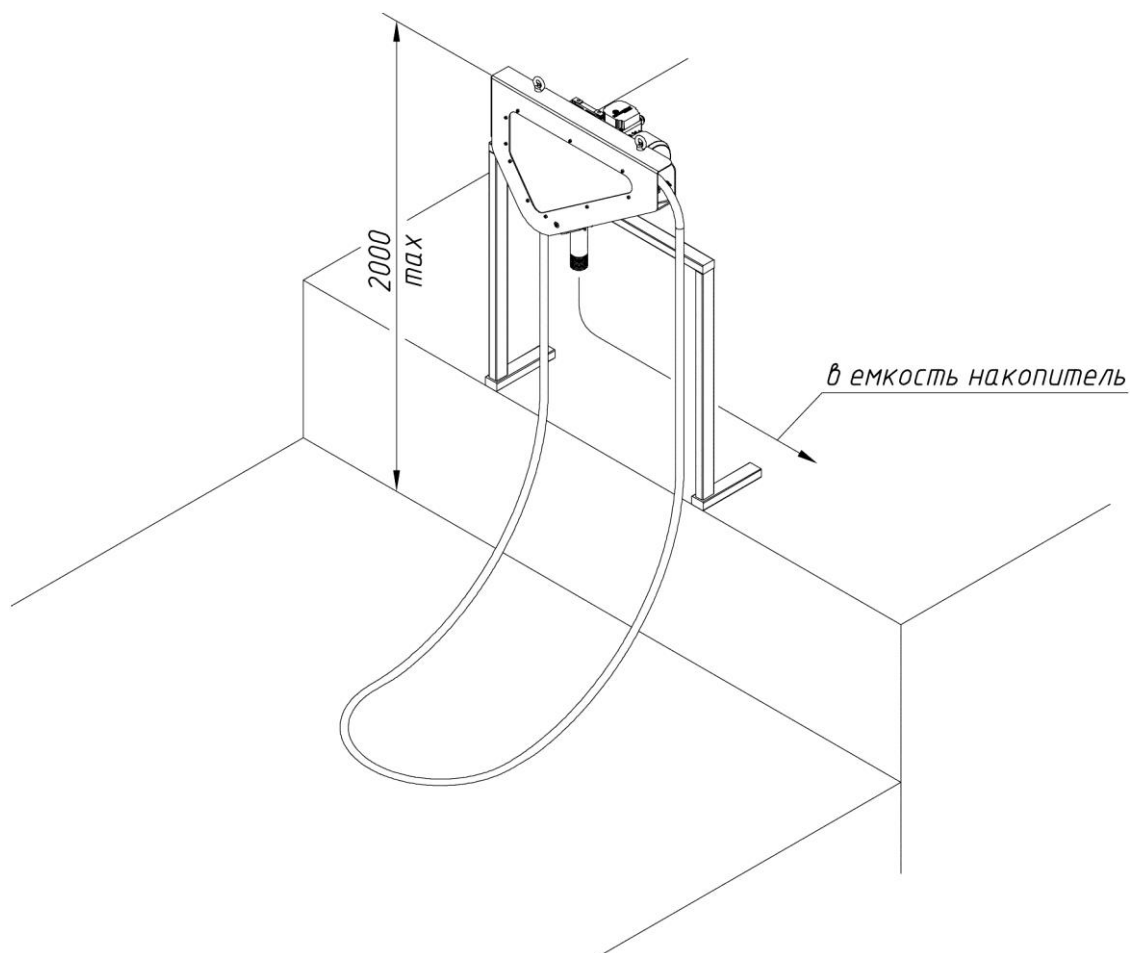

Рис.2. Монтажная схема
6.1. Скиммер должен быть установлен на месте эксплуатации и надежно закреплен на жестком основании в соответствии с монтажной схемой размещения (см. рис.2).